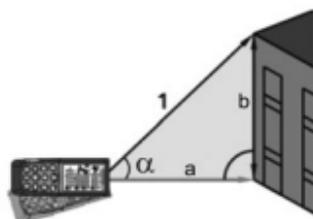

Fig. 12: Medida de con cálculo trigonométrico
3. Posicione el instrumento en el punto (1) correspondiente al valor del ángulo " $\alpha$ " (variable de  $\pm 65^\circ$  con inclinación transversal no superior a  $\pm 10^\circ$ ) deseado de la medida mostrado en la primera pantalla y pulse la tecla o la tecla lateral **MEAS** (vea la Fig. 12)
4. El valor de la distancia "1" se muestra en la pantalla resultante. El valor de la distancia "a" se muestra en la tercera pantalla calculado como:  $a = (1) * \cos \alpha$ . El valor de la distancia "b" se muestra en la segunda pantalla calculado como:  $b = (1) * \sin \alpha$  (ver Fig. 12)